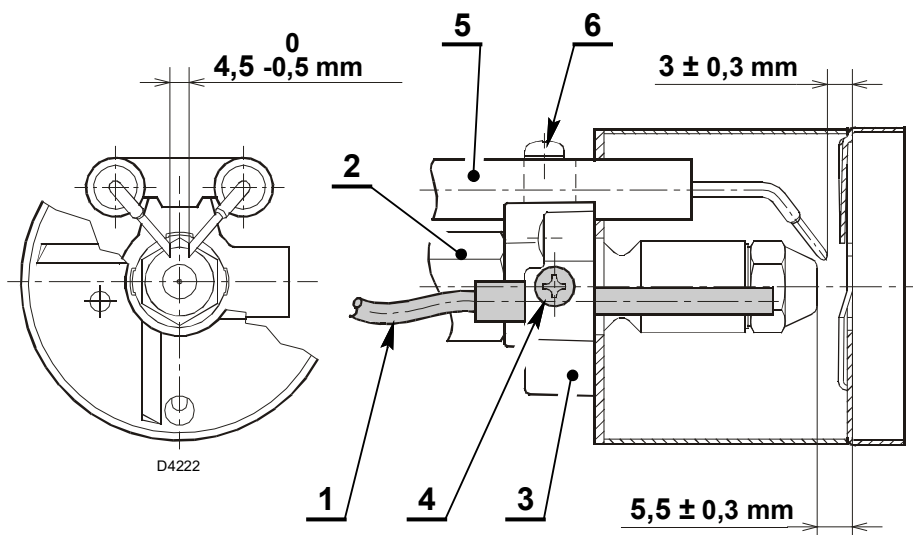

Fig. 12
Respetar las medidas de la Fig. 12.
- apoyar el conjunto soporte estabilizador 3)(Fig. 12) en el porta-boquilla 2)(Fig. 12) y bloquear con el tornillo 4)(Fig. 12). Para posibles ajustes del grupo electrodos 5) aflojar el tornillo 6)(Fig. 12).
- introducir la fibra óptica 1)(Fig. 12) en el conjunto soporte del disco estabilizador 3) y asegurarse de que llegue hasta el final.
- Apretar con cuidado el tornillo 4)(Fig. 12) para bloquear la fibra óptica 1)(Fig. 12).